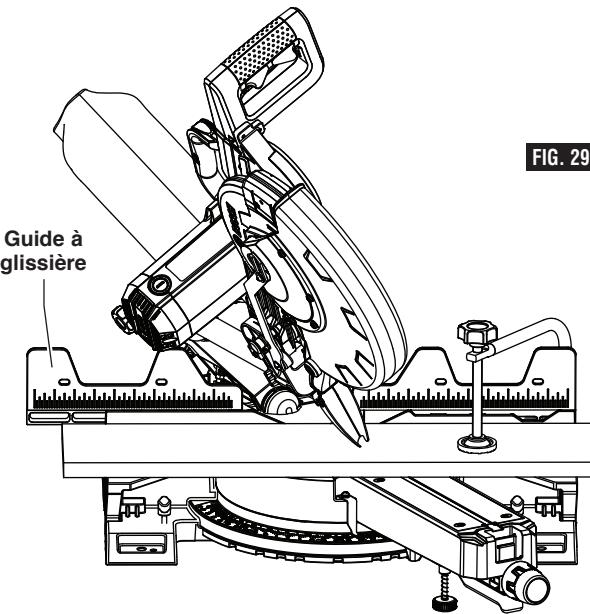

FIG. 29
**AVERTISSEMENT** Pour établir un espace suffisant (au moins 6 po) entre votre main et la lame de scie, sortez le guide à glissière et les rallonges de base quand vous réalisez des coupes extrêmes de biseau, d'onglet ou composées (figure 29).